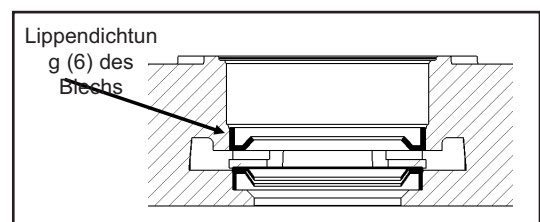

Abb. 20
4. Eine neue Öldichtung (6) leicht einfetten. Mit einem ausreichend dimensionierten Werkzeug mit der Lippe nach oben dem Lager gegenüber ganz in die Lagerkammer drücken. Sicherstellen, dass die Dichtung mit dem Boden der Lagerkammer auf der gleichen Höhe liegt ; siehe Abb. 20.